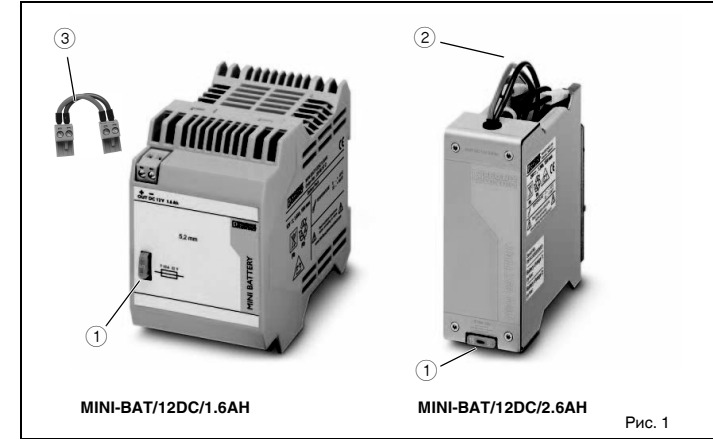
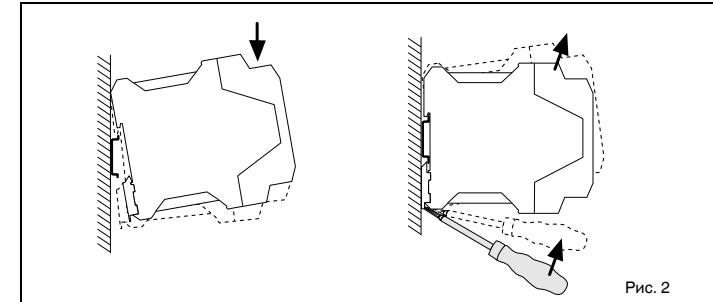

Рис. 1
Рис. 2
**2. Подключение устройств (рис. 1):**
- ① Предохранитель постоянного тока
- ② Соединительный кабель, стационарный
- ③ Предварительно подготовленный кабель
**3. Монтаж (рис. 2)**